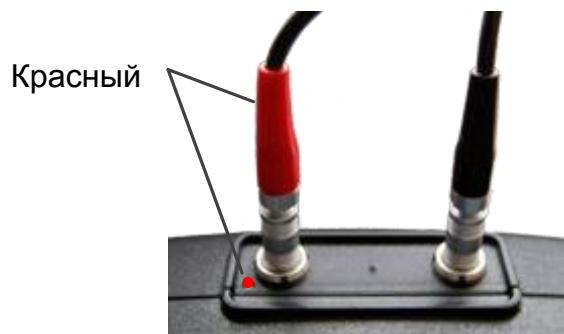

Рисунок 3
- Раздельно-совмещенные (РС) преобразователи (тип D) подключаются с помощью двойного кабеля LEMO-LEMO. Разъем, обозначенный красной точкой, служит для подключения передающего пьезоэлемента, немаркированный – приемного пьезоэлемента (рисунок 3).